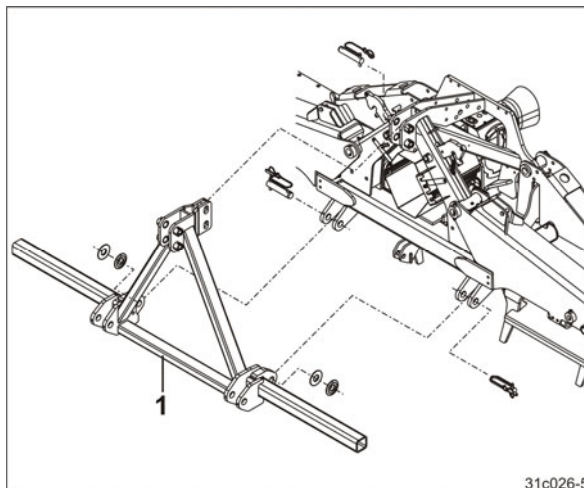

Рис. 71
5. Подвесьте трехточечную удлинительную раму (опция, Рис. 71/1) с помощью крана и закрепите ее на роторном культиваторе.